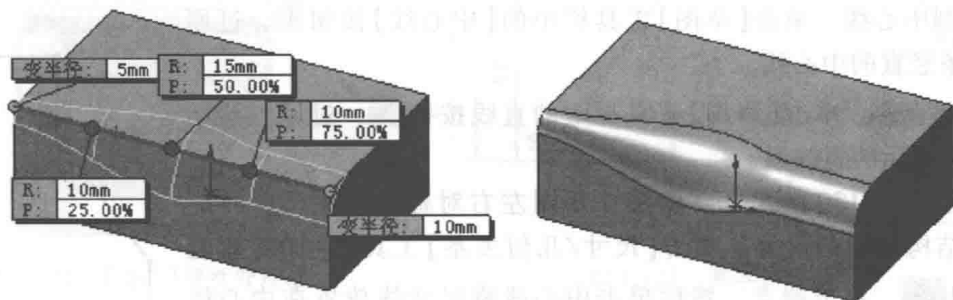

图 1-18 变半径圆角实例
- 变半径——生成带可变半径的圆角,可以在圆角边线上指定变半径的点,如图 1-18 所示。